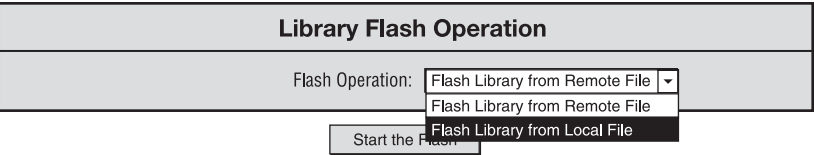

Figure 76 Mise à jour du microprogramme via l'interface de supervision à distance
4. Sélectionnez **Flash Library from Remote File (Flasher la librairie à partir d'un fichier distant) ou Flash Library from Local File** (Flasher la librairie à partir d'un fichier local) (reportez-vous à la Figure 76).